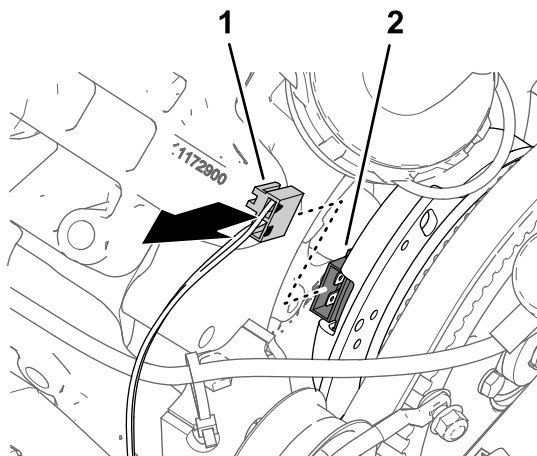

Рисунок 168
1. Отсоедините 2-гнездовой разъем жгута проводов машины (с маркировкой SPRAY PUMP COIL (ОБМОТКА НАСОСА ОПРЫСКИВАТЕЛЯ)) от 2-штыревого разъема генератора (Рисунок 168).